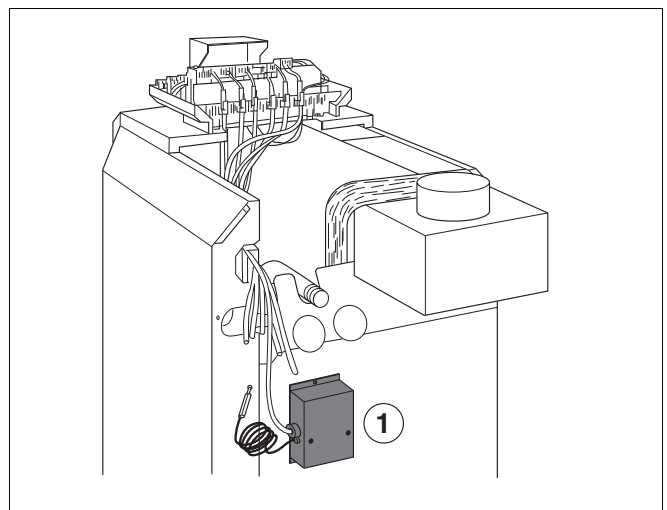

Abb. 2 Position Steuergerät G124 X - bzw. Gaz 5000F - 28 / 32
- Steuergerät der Abgasüberwachung mit zwei beiliegenden Blechschrauben anschrauben (Abb. 2 bis 5).